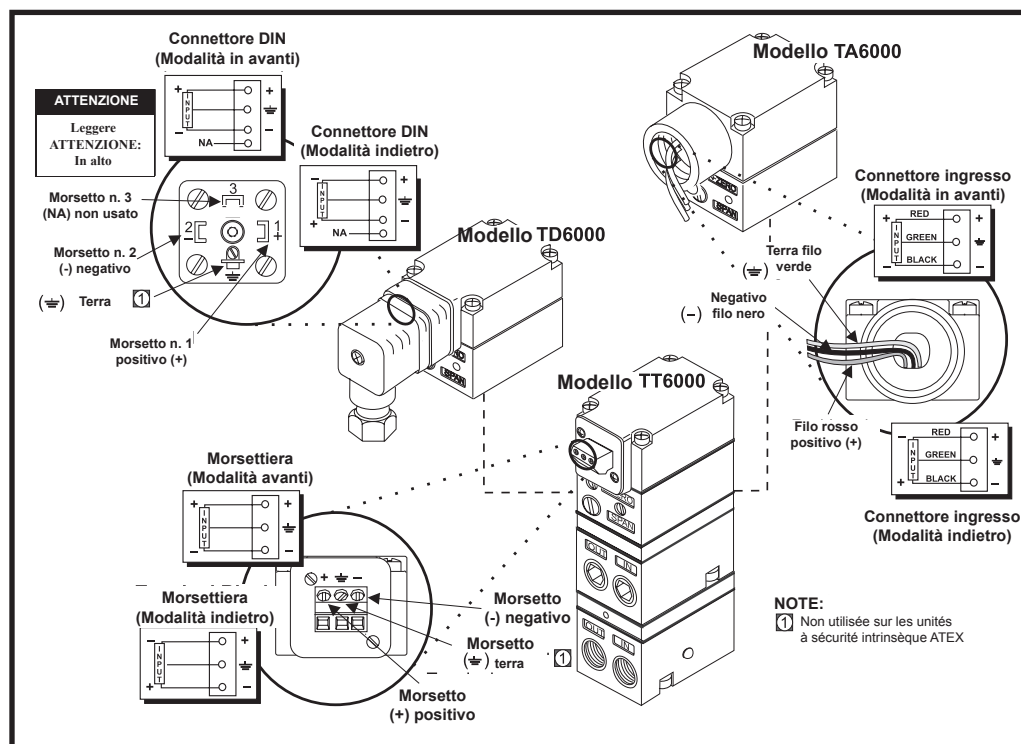

Figura 9
Effettuare i collegamenti come mostrato nella Figura 9.
1. Collegare il segnale di ingresso al trasduttore come mostrato nella Figura 9.
5. Collegare il segnale di ingresso al trasduttore come mostrato nella Figura 9.